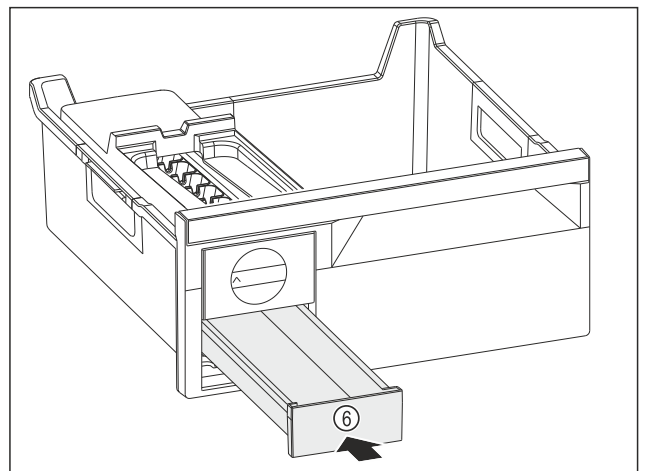

Fig. 83
- Spingere verso l'interno il cassetto del ghiaccio Fig. 83 (6).